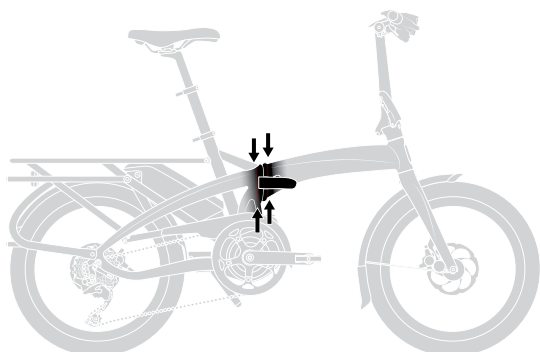

Abb. 15
- Überprüfen Sie den Rahmen insbesondere im Bereich aller Rohrverbindungen und Scharniere (Abb. 15), den Lenker, den Vorbau und die Sattelstütze auf tiefe Kratzer, Risse oder Verfärbungen hin. Dies sind Anzeichen von abnutzungsbedingter Materialermüdung und weisen darauf hin, dass ein Teil ausgetauscht werden muss.